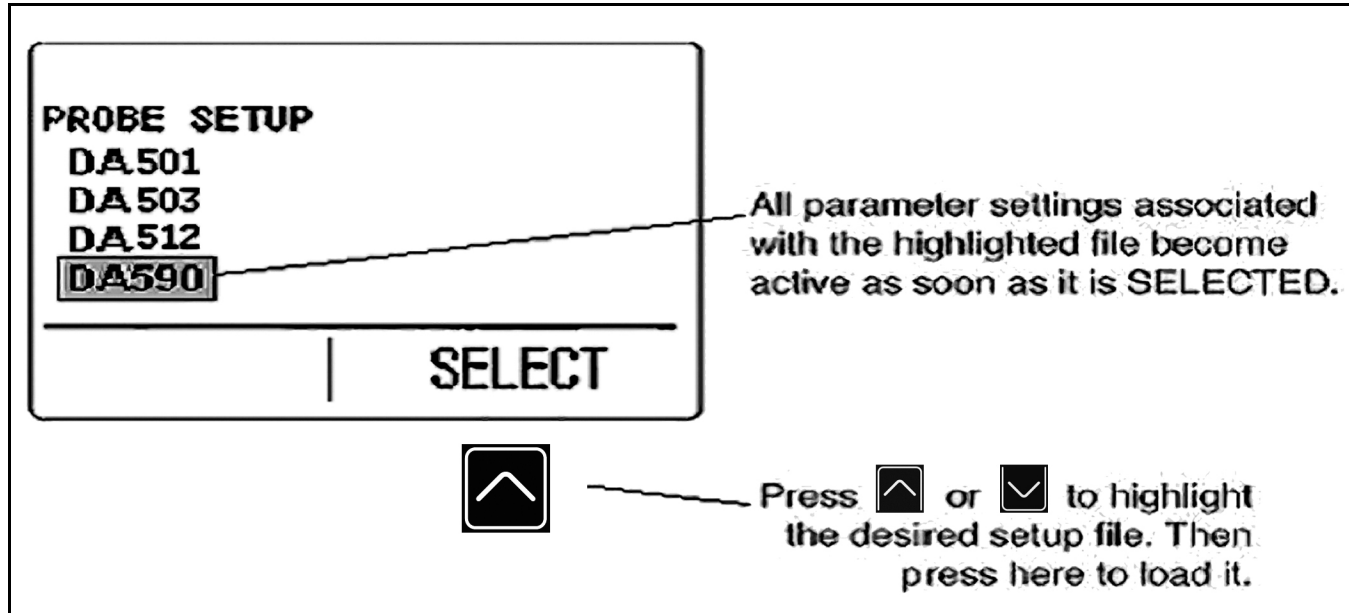

Figure 4 : Mode d'affichage des réglages du palpeur
- **Probe Setup** – Permet à l'utilisateur de charger des réglages enregistrés, chacun correspondant à un modèle de palpeur spécifique (voir *Figure 4 à la page 11*).